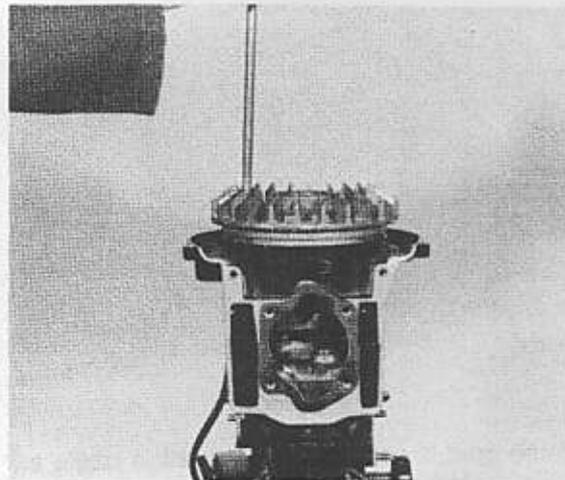

Fig. 21
7. Remove the fan fixing screws and then the fan (Fig. 21).
7. Svitare le viti e poi la ventola (Fig. 21)